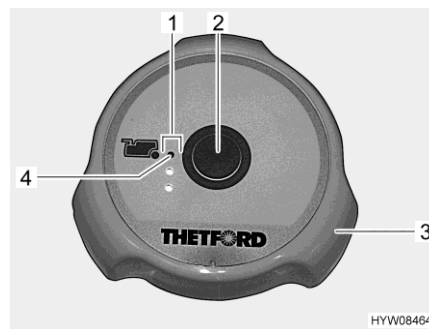

Bild 202 Spolknapp/kontrollampor (Thetford-toalett)
- Öppna spjället på Thetford-toaletten före spolning. Vrid då ratten (Bild 202,3) moturs.
- För att spola, tryck på den blå spolknappen (Bild 202,2).
- Efter spolning stängs spjället. Vrid då ratten (Bild 202,3) medurs.
Kontrollamporna (Bild 202,1) visar nivåindikeringen för latrintanken. Den röda kontrollampan (Bild 202,4) tänds när latrintanken måste tömmas.